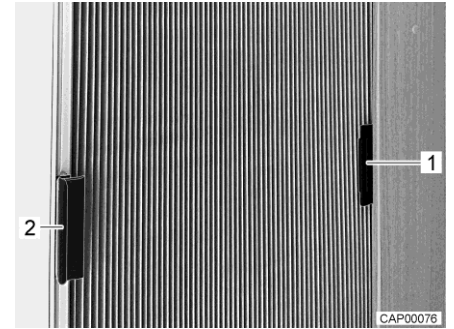

Bild 8 Plisségardin för sidorutans (stängd)
- Skjut alltid plisségardinen i handtaget (Bild 8,1) i påbyggnaden (Bild 8,2). Plisségardinen är på så sätt säkrad mot oavsiktlig stängning.